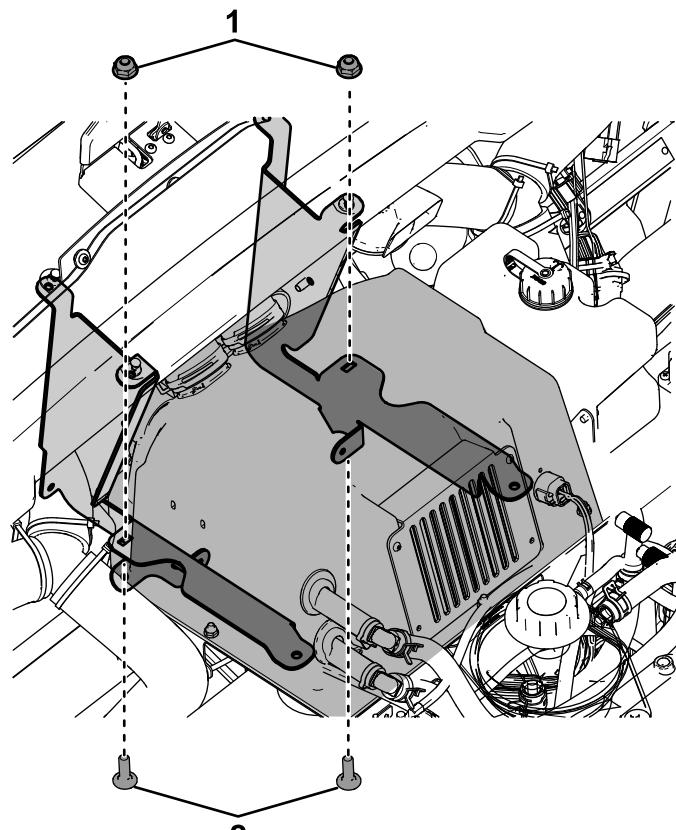

Figura 18
2. Fije la parte trasera del conjunto de caja de calentador a los soportes del salpicadero en la máquina con 2 pernos de cuello cuadrado (1/4" x 3/4") y 2 contratueras (1/4"); consulte la Figura 18.